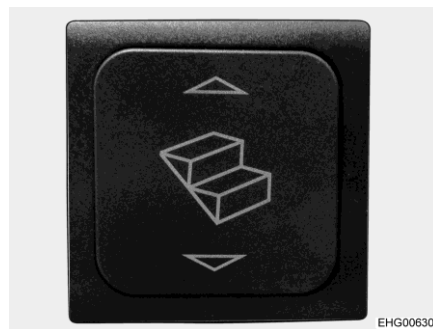

Fig. 6 Conmutador de mando del escalón de entrada
- Pulsar el interruptor basculante (Fig. 6) por abajo hasta que esté completamente extraído el escalón de entrada.
- Pulsar el interruptor basculante (Fig. 6) por arriba hasta que haya introducido completamente el escalón de entrada.